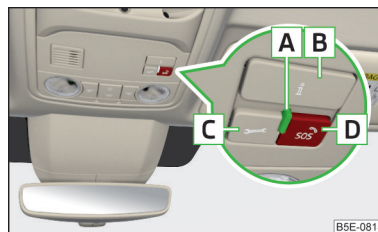

Fig. 144
Lampa de control și tastele sistemului » fig. 144
► Apăsați tasta **B** sau **C** » fig. 144 (stabilirea conexiunii poate fi **întreruptă** printr-o nouă apăsare a tastei).
Funcționarea sistemului este indicată prin aprinderea lămpii de control **A** după cuplarea contactului » fig. 144.